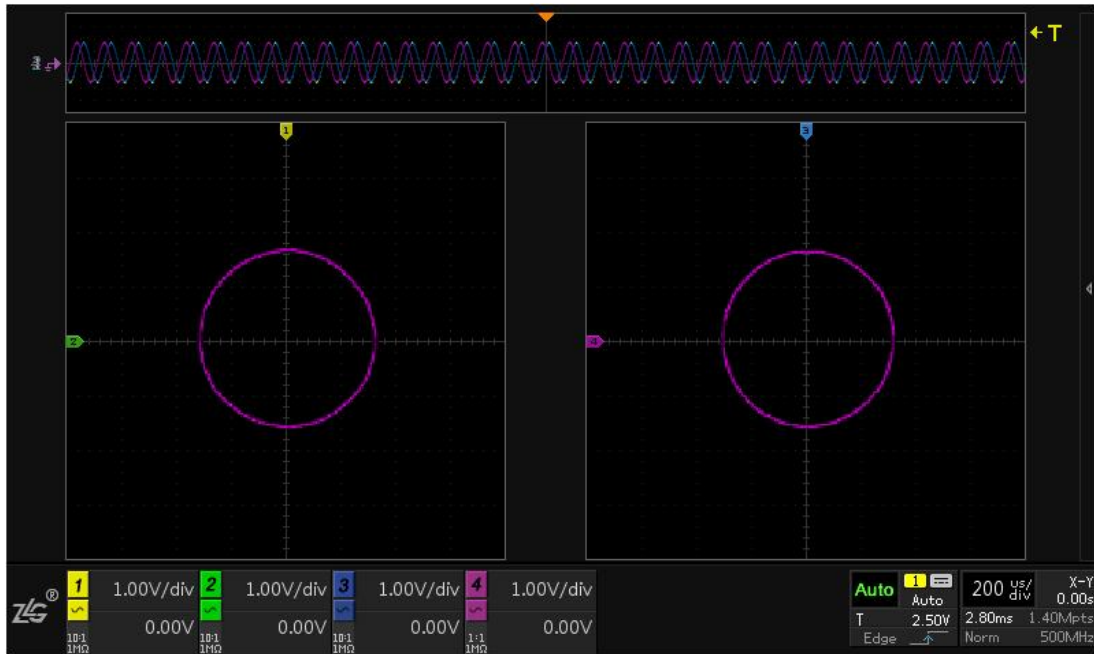

图 9.12 圆
- 当 $\Phi = \pi/2$ 并且 $A = B$ 时，得到 X 和 Y 的关系为 $A^2(\sin \omega t)^2 + A^2(\cos \omega t)^2 = A^2$ ，此时波形即为以 A 为半径的圆，如图 9.12 所示。